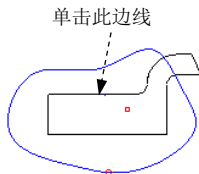

图 11.2.13 绘制剖视图的边界线
Step6. 设置剖视图选项。在“绘图视图”对话框的 **类别** 区域中选择 **截面** 选项;将 **截面选项** 设置为 **2D 横截面**,然后单击 **+** 按钮;在 **名称** 下拉列表框中选取剖截面 **A**,在 **剖切区域** 下拉列表框中选择“局部”;单击图 11.2.13 所示的边线,绘制图中所示的局部区域的边界,然后单击 **确定** 按钮。